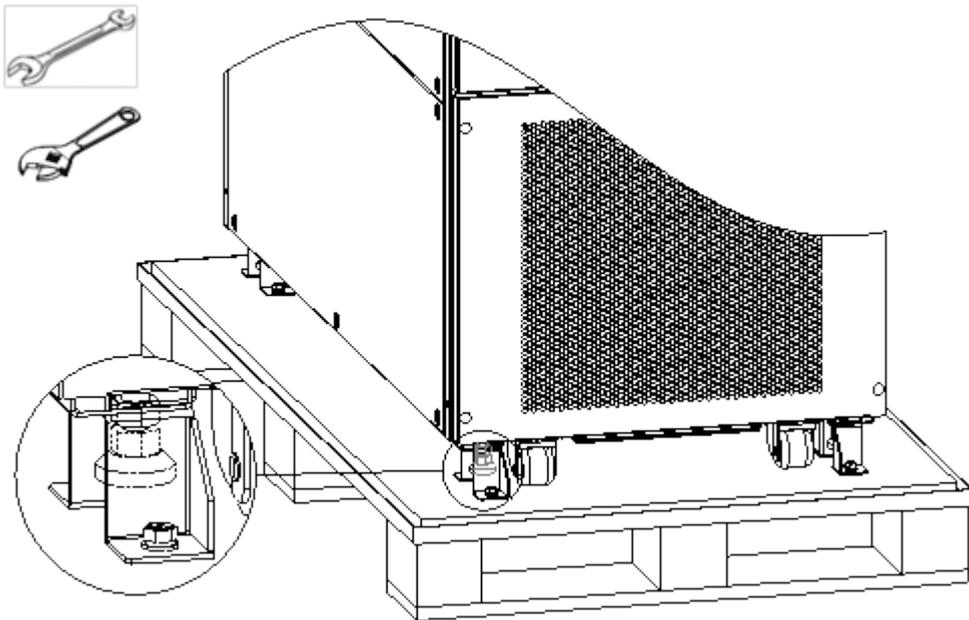

図 2-7 脚部プレッシャープレートを外す
- 4) 両口スパナ(#19)で脚部ナットを回転させてから脚部を下げ、キャビネットを吊り上げる。モンキーレンチを使って M8 ボルトを外してから脚部プレッシャープレートを外す(図 2-7 参照)。